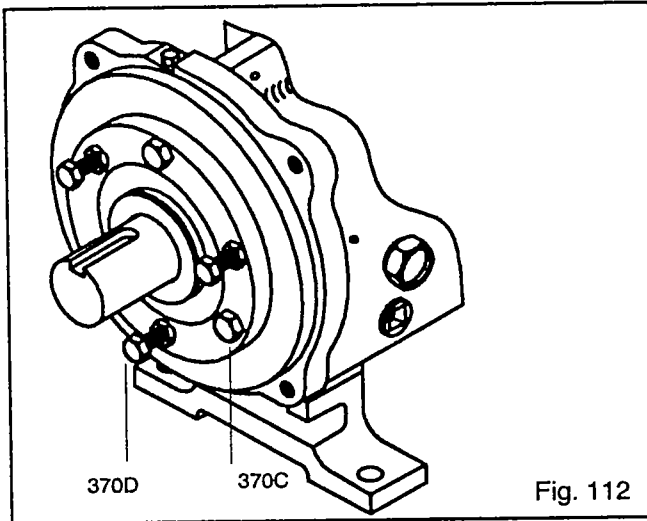

Fig. 112
8. Засинить втулку (рукав (126) или вал (122), если нет втулки. Сделать пометку на поверхности прокладки для крышки камеры уплотнения/сальниковой коробки (184). Эта пометка будет базой для установки механического уплотнения (см. фиг. 114).
9. Снять импеллер (101) и втулку (рукав) (126), если механическое уплотнение будет употреблено.
- Loosen clamp bolts (370C), and jacking bolts (370D). Measure gap between impeller (101) and seal chamber/stuffing box cover (184) with a feeler gauge. When 0.030 in. clearance is reached, tighten clamp bolts (370C), jacking bolts (370D), and locking nuts (423) (Fig. 112)